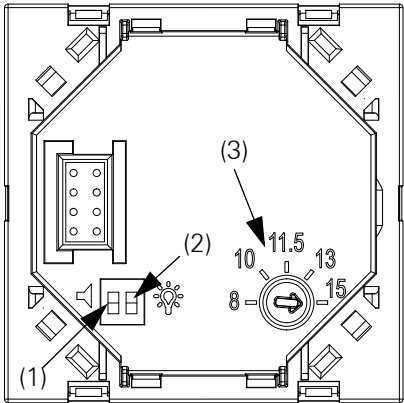

Bild 4: Appartdel (baksida)
- Utför ev. inställningar på mätmodulen (apparatöverdelen) innan apparatöverdelen sätts fast på den infällda insatsen tillsammans med ramen, se kapitlet "Inställningar", bild 4.
För att man ska kunna utföra inställningar på apparaten måste apparatdelen tas loss från den infällda insatsen. På apparatdelens baksida finns inställningsmöjligheterna, se bild 4.